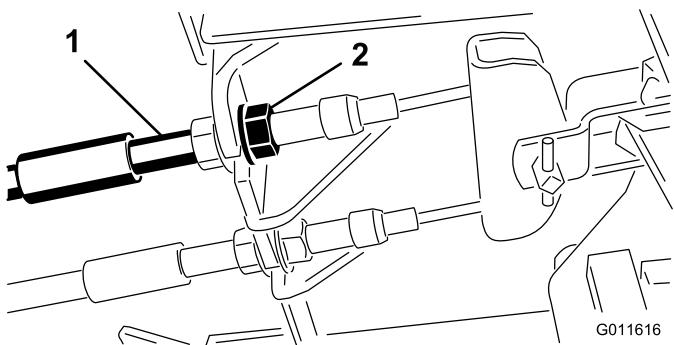

Figura 67
- 1. Para reducir la holgura de los pedales de freno, apriete los frenos aflojando la tuerca delantera del extremo roscado del cable de freno (Figura 67).